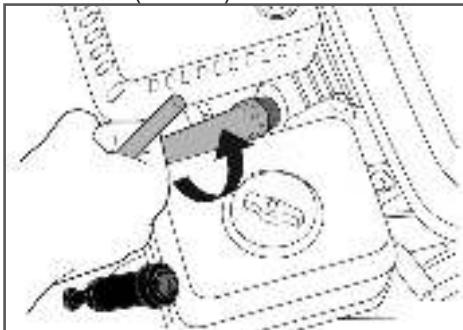

Рис. 24 Обслуживание свечи зажигания
- Открутите свечу зажигания свечным ключом (Рис. 24).